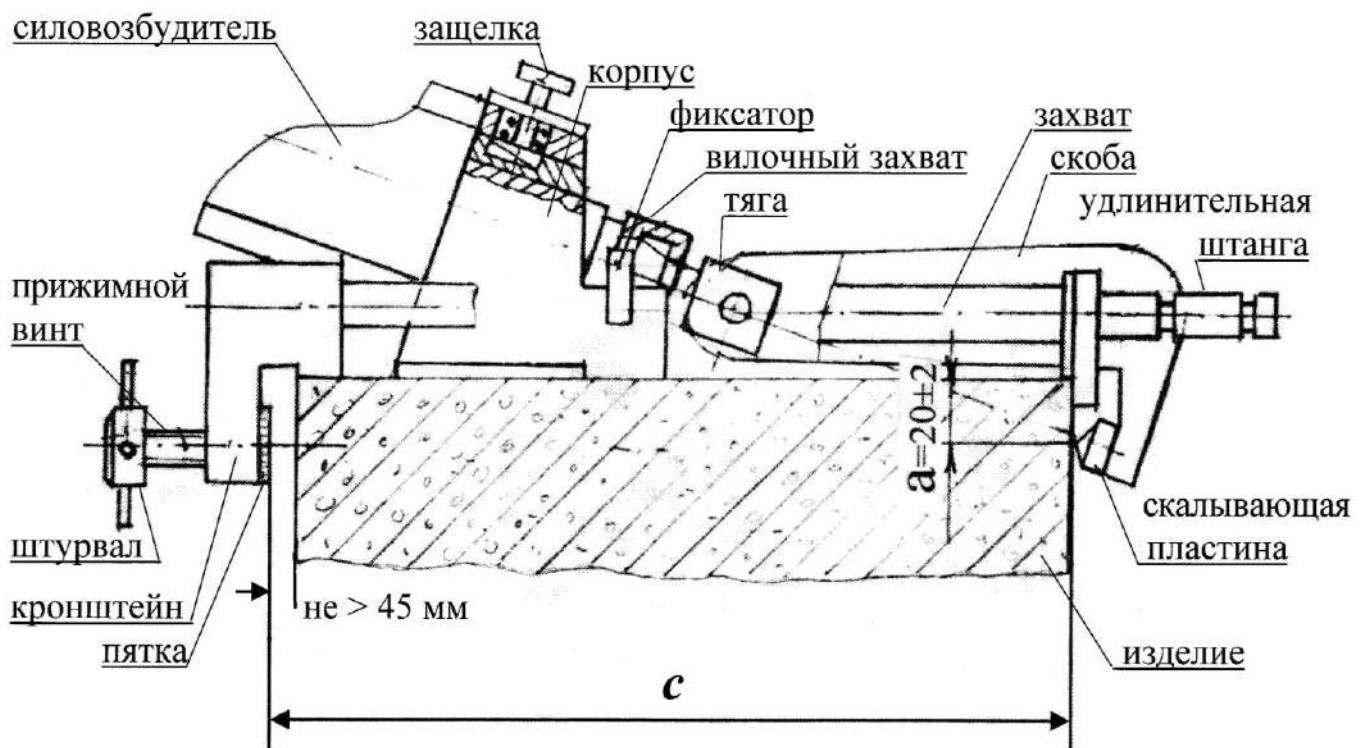

Рисунок 2.2 – Схема испытаний методом скальвания ребра
2.5.2.4 Установить силовую раму с силовозбудителем на контролируемое изделие (рис.2.2) и, вращая штурвал по часовой стрелке до упора пятки в изделие, закрепить его на изделии.